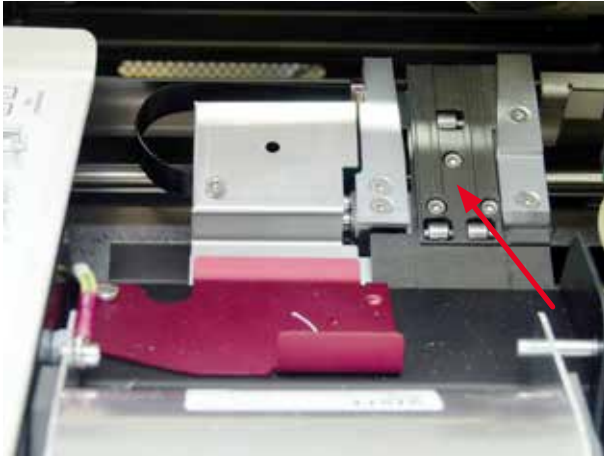

Fig. 46
- Estación de transporte (→ "Fig. 46")